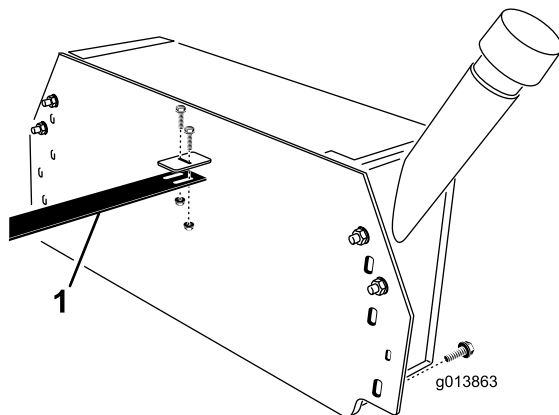

Рисунок 9
- С помощью 2 болтов ($\frac{1}{4} \times \frac{3}{4}$ дюйма) и фланцевых контргайк прикрепите направляющую шланга к кронштейну на гидравлическом баке (Рисунок 9).